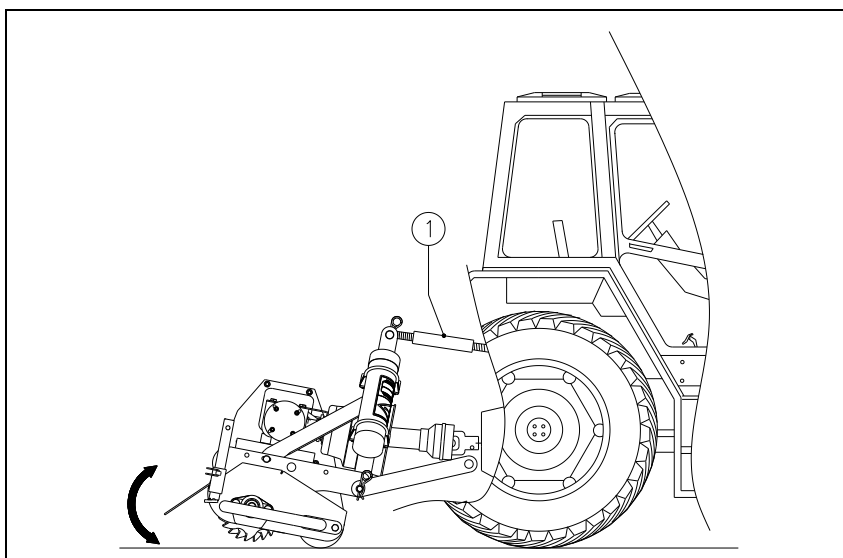

Fig. 10
Maskinens arbetsdjup kan ställas in genom att justera tryckstängen (1). Genom att vrida den inåt eller utåt kan arbetsdjupet ändras. (Se fig. 10)